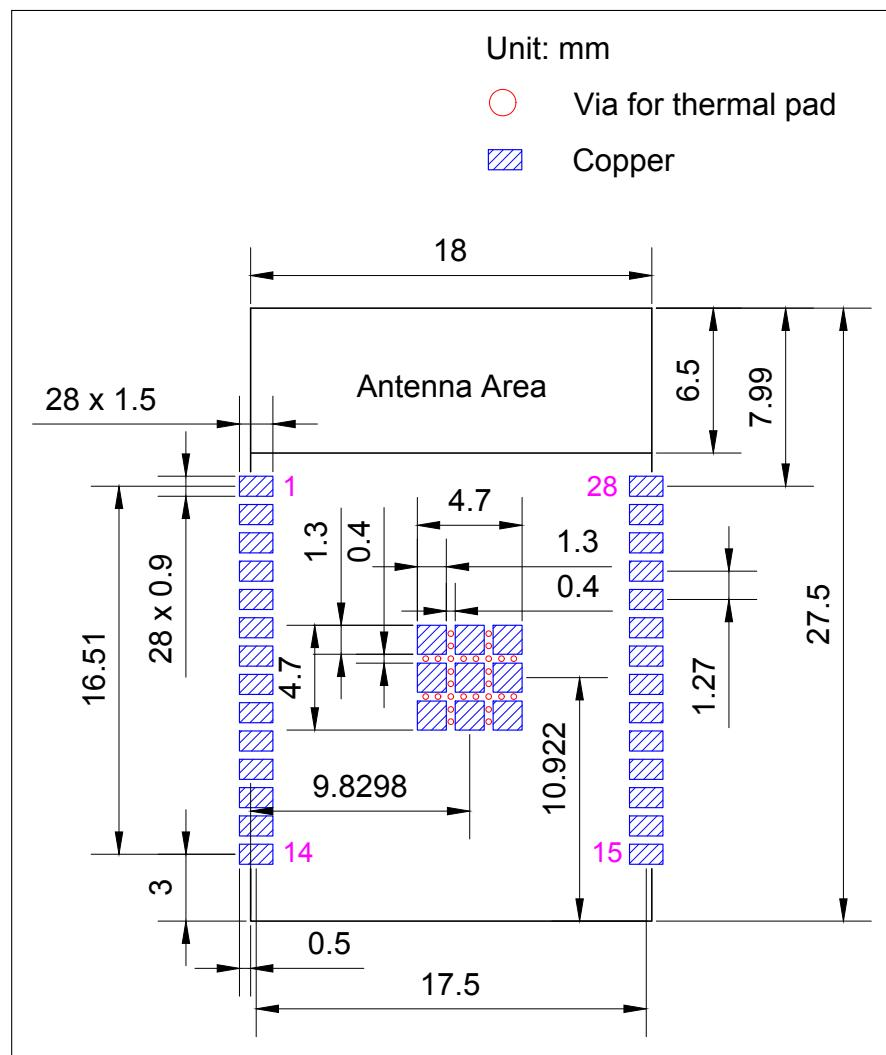
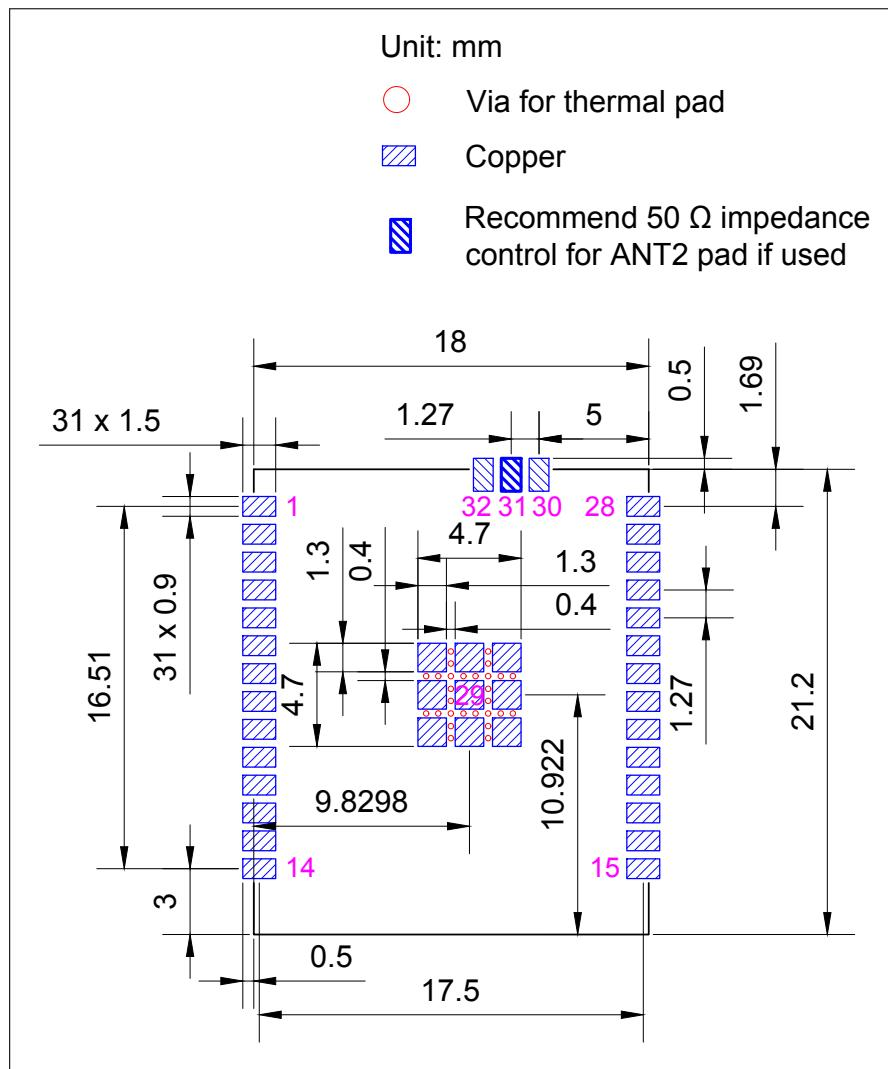

图 11-1. ESP32-C5-WROOM-1 推荐 PCB 封装图形
图 11-2. ESP32-C5-WROOM-1U 推荐 PCB 封装图形
- 推荐 PCB 封装图，标有 PCB 设计所需的全部尺寸。详见图 11-1 ESP32-C5-WROOM-1 推荐 PCB 封装图形 和图 11-2 ESP32-C5-WROOM-1U 推荐 PCB 封装图形。
- 推荐 PCB 封装图的源文件，用于测量图 11-1 和 11-2 中未标注的尺寸。您可用 Autodesk Viewer 查看 ESP32-C5-WROOM-1 和 ESP32-C5-WROOM-1U 的封装图源文件。